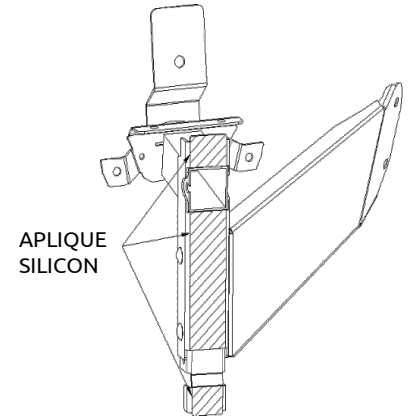

Figura 14
- a. Aplique silicón a las caras exteriores del soporte (ver figura 14)
- d. Sujete la sección de visera exterior D/P a la sección de visera central CW usando (3) tornillos 1/4-20 x 3/4" con arandelas planas y tuercas
- e. Sujete las mitades de las viseras exteriores D/P a los soportes exteriores OBD/OBP con (2) tornillos de cabeza plana, arandelas y tuercas en cada lado.